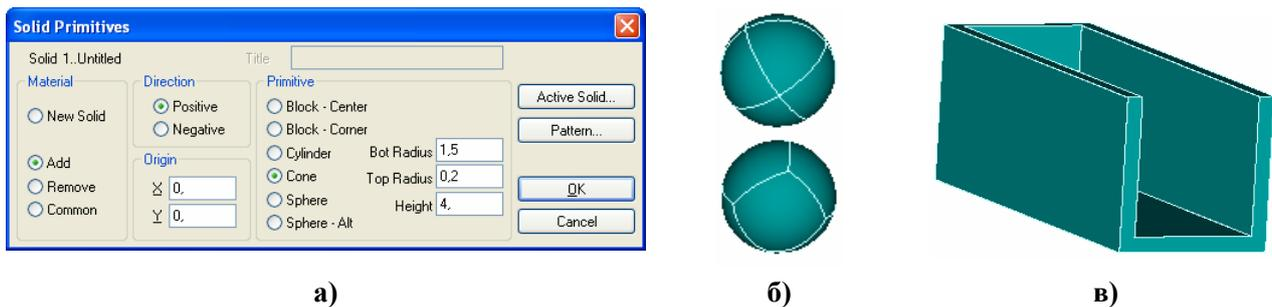

Рис.2.19. Диалоговая панель создания примитивов (а); два варианта сферы (б); результат превращения параллелепипеда в оболочку командой **Shell...** (в)
- как один из примитивов (**Primitives...**) – см. рис.2.19-а: параллелепипед (**Block-Center** или **Block-Corner**), цилиндр (**Cylinder**), конус (**Cone**) и сфера (**Sphere** (рис.2.19-б, вверху) или **Sphere Alt** (рис.2.19-б, внизу)). Здесь новому материалу можно назначить имя (**Title**). В секции
„**Material**” есть дополнительная возможность: радиокнопка „**Common**” укажет на создание нового тела, которое будет содержать лишь *общую* часть того примитива, который задается, и существующего активного тела (общую часть пересечения). Тело создается в направлении нормали от рабочей плоскости; нормаль начинается из точки, указанной в секции „**Origin**”, причем в варианте „**Block-Center**” это координаты центра, а „**Block-Corner**” – угла параллелепипеда. **Внимание:** для конуса нулевой может быть лишь величина „**Top Radius**” (см. рис.2.19-а);
- преобразование тела в оболочку указанной толщины (**Shell...**): выбирается тело, одна или несколько поверхностей для преобразования, потом указывается толщина стенки оболочки. Те поверхности, что не выбраны, остаются без перемен, а те, что выбраны – преобразуются (см. рис.2.19-в);